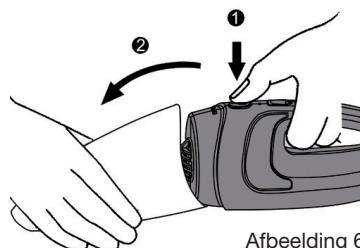

Afbeelding 5
3. Zet om de stofzuiger in te schakelen de "aan/uit" schakelaar op de stand "I" (aan) (Afb. 5).
4. Zet na het gebruik de "aan/uit" schakelaar op de stand "0" (uit) en plaats het weer op het laadstation zodat de accu opgeladen wordt voor een volgend gebruik (Afb. 5).